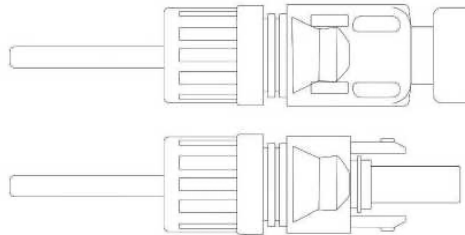

Рисунок 2.14. Контактний наконечник, вставлений у верхню частину з'єднувача
3. Вставте контактний наконечник у верхню частину з'єднувача та накрутіть накладну гайку на з'єднувач, див. рисунок 2.14.